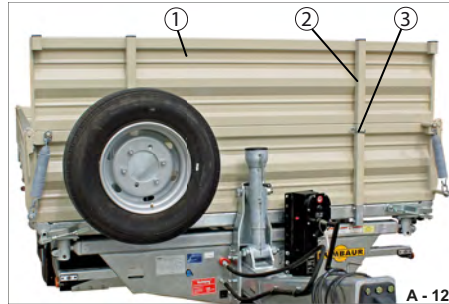
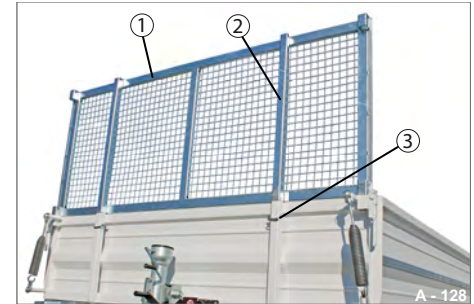
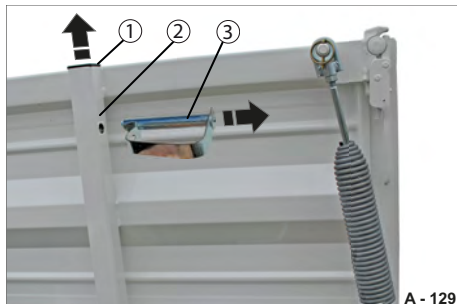
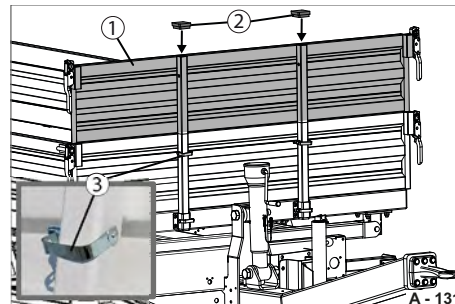

Abb. 133 Stirn-Bordwandaufsatz
Abb. 134 Stirn-Bordwandaufsatz
Abb. 135 Montage vorbereiten
Abb. 137 Stirn-Bordwandaufsatz gesichert
- ▶ Entfernen Sie die Abdeckkappen (Abb. 135/1) aus den Rungen (Abb. 135/2).
- ▶ Ziehen Sie ggf. die Federsteck-Bolzen (Abb. 135/3) heraus.
- ▶ Stecken Sie den Stirn-Bordwandaufsatz (Abb. 133/1 & Abb. 134/1) in die Rungen der Grundbordwand (Abb. 135/2) ein.
- ▶ Stecken Sie die Abdeckkappen (Abb. 137/2) in die Rungen (Abb. 135/2) des Stirn-Bordwandaufsatzes.